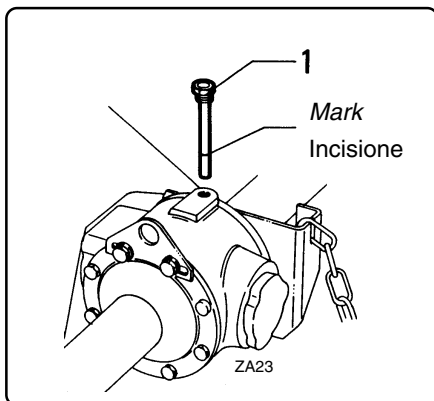

fig. 7.4.3
- Check the level of the lubricant in the gearbox through the inspection plug (fig. 7.4.3 pos. 1) and top up to the mark on the rod if necessary.
- Controllare il livello del lubrificante contenuto nella scatola ingranaggi dal tappo ispezione (fig. 7.4.3 pos. 1) ed eventualmente ripristinarlo fino all'incisione presente sull'asta. Per le caratteristiche dei lubrificanti vedere par. 7.6.